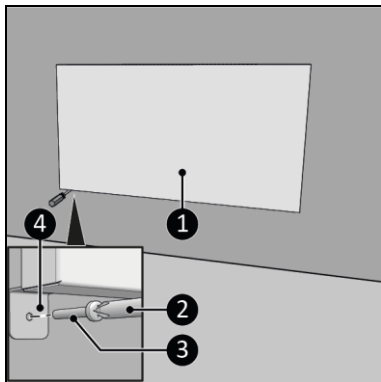

Figura 13
14. Așezați dispozitivul (Figura 13, poz. 2) înapoi pe suporturile de perete (Figura 13, poz. 1).
15. Înșurubați și strângeți suporturile dispozitivului (Figura 13, poz. 4) cu un șurub mare (Figura 13, poz. 3) pe perete (Figura 13, poz. 3), folosind o șurubelniță Phillips (Figura 13, poz. 2).